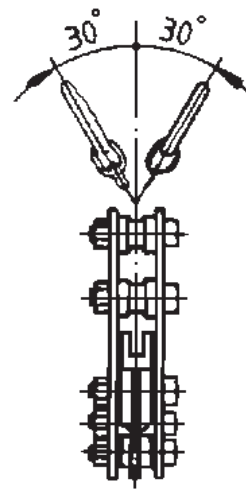

Fig. 3
- La cadena de acero de eslabones redondos permite el tiro lateral en las garras con un ángulo de hasta 30 ° (Fig. 3).